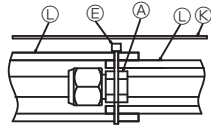

Fig. 3-8
- (2) Enrouler les gaines des tuyaux de raccordement et les fixer à la bande ⑤.
- (3) Attacher l'isolant ⑧ de manière à ce qu'il recouvre les parties découpées des tuyaux de raccordement. (Fig. 3-8)